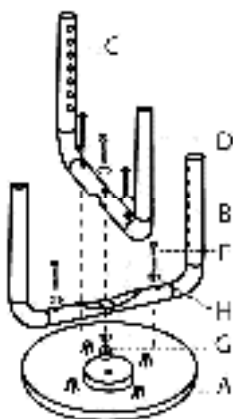

Fig. 4
2. Assemblez les pieds tel que présenté dans la Fig. 4.